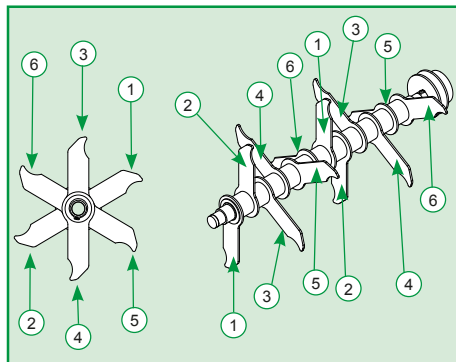

Figura 4
- ✓ No lado da polia, ao remover o itens (1, 2 e 3) remova também a chapa proteção interna da correia (11).
- ✓ Para montar novamente o conjunto do disco e manter o mesmo balanceado proceda da seguinte forma. Posicione o anel de retenção (6) na cavidade do eixo (5), posicione a lâmina (7) intercalando com uma bucha (8) conforme o ângulo e posição indicada na Figura 4, efetuando esse processo até que as lâminas e buchas estejam montadas no eixo (5). Ao final, posicione a arruela (10), o anel de retenção (6) na cavidade do eixo (5) e monte o mancal (9) com o rolamento (4) na base da máquina fixando-o com as porcas (1), arruelas de pressão (2) e parafuso (3).